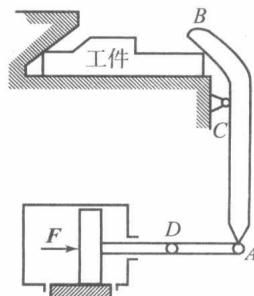

图 1-12
- 图 1-12 所示为一机械夹紧机构，请分析各构件的受力，并画出受力图。